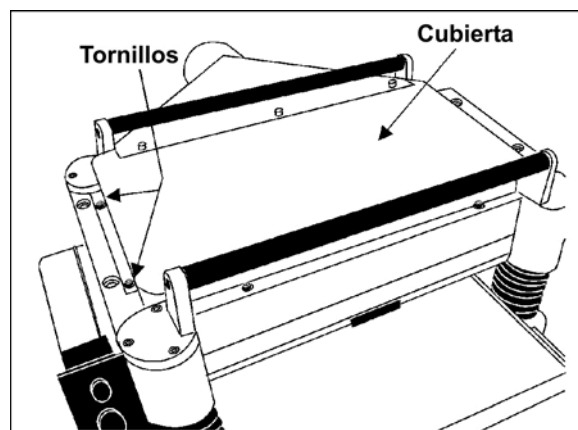

Figura 17
2. Retire los 6 tornillos y la cubierta superior (Figura 17).